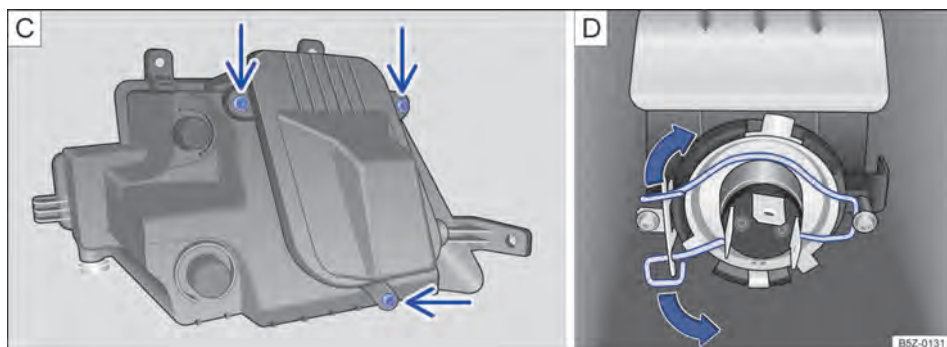

Fig. 184 No para-choque dianteiro: **C** retirar os parafusos da cobertura da lâmpada e **D** lâmpada do farol de neblina.
- 6 Retirar os parafusos indicados pelas setas → Fig. 184 **C**, para acessar a lâmpada do farol de neblina.
- 8 Comprimir a mola de travamento no sentido da seta → Fig. 184 **D** e deslocá-la para desatrar a lâmpada.